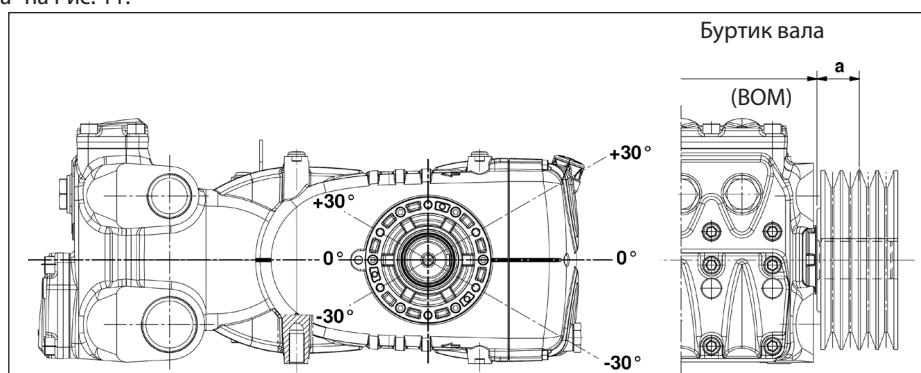

Рис. 11
Радиальная нагрузка на вал не должна превышать 7500 Н (значение, необходимое для определения компоновки). Передача считается подходящей в том случае, если данная нагрузка прилагается на максимальном расстоянии **a=40 мм** от буртика вала (ВОМ), как указано на Рис. 11.
- б) Пользуйтесь ремнями с высоким КПД, например, **XPB** вместо **SPB**, поскольку в этом случае потребуется меньшее количество ремней при одинаковой передаваемой мощности, что в свою очередь сократит расстояние между результирующей силой и буртиком вала (BOM) "а" на Рис. 11.
- д) Натягивайте ремень в направлении, указанном на Рис. 11, в случае особых потребностей обратитесь в **технический отдел** или **службу технической поддержки**.